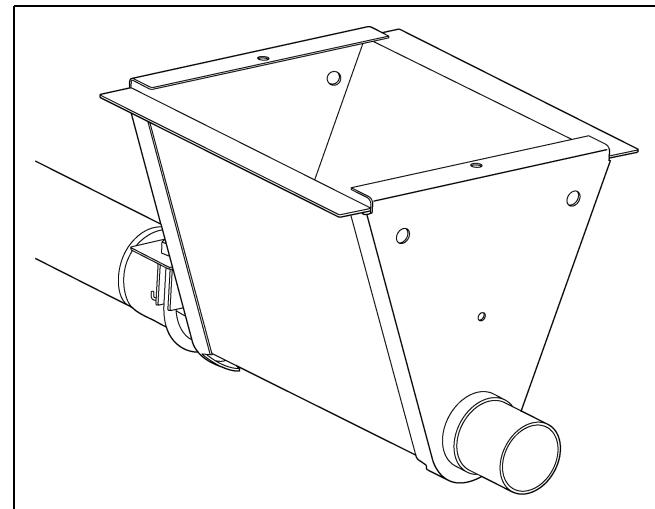

Рисунок 4Z
2. Установка шнека осуществляется со стороны воронки кормораздаточной линии. Начните со снятия крышки подшипника, затем снимите выпускную/впускную трубку, подшипник и промежуточный вал с воронки, как показано на Рисунок 4Z. Снимите верхнюю крышку с управляющего лотка в сборе.